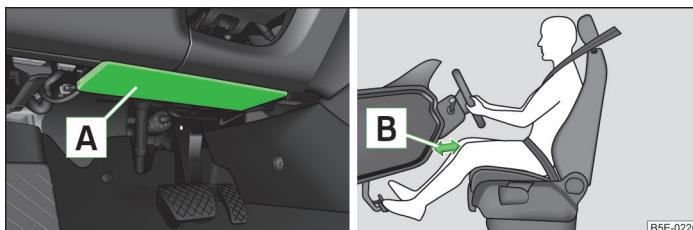

Fig. 166 Airbag de rodillas para el conductor bajo la columna de dirección
El airbag de rodillas para el conductor **A** está colocado en la parte inferior del tablero de instrumentos, bajo la columna de dirección » fig. 166.
■ Ajuste el asiento del conductor longitudinalmente de forma que la distancia de las piernas **B** hasta el tablero de instrumentos en la zona del airbag de rodillas sea al menos de 10 cm » fig. 166. En caso de que no sea posible cumplir esta condición debido al tamaño del cuerpo, se debe acudir a un taller especializado.